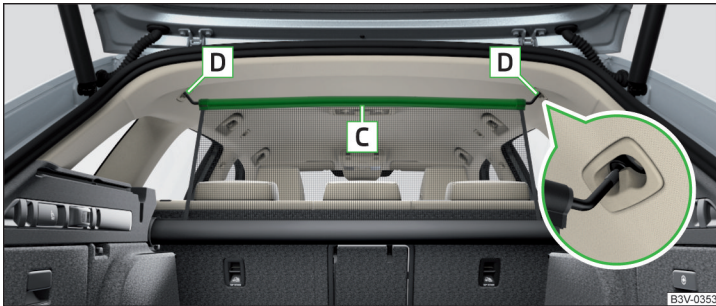

Abb. 144 Korrekt gesicherte Netztrennwand hinter den Rücksitzen im herausgezogenen Zustand
- Die Netztrennwand an der Querstange **C** herausziehen, in eine der Aufnahmen **D** einsetzen und nach vorn drücken » Abb. 144.
- Die Querstange erst auf der einen, dann auf der anderen Seite etwas nach hinten ziehen und aus den Aufnahmen **D** nehmen » Abb. 144.